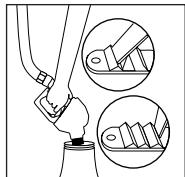

Figure 24
- Test each nozzle a minimum of five (5) times in each clip position. (See Figure 24)
- Faire l'essai de la lance un minimum de cinq (5) fois dans chaque position. (Voir Fig. 24)